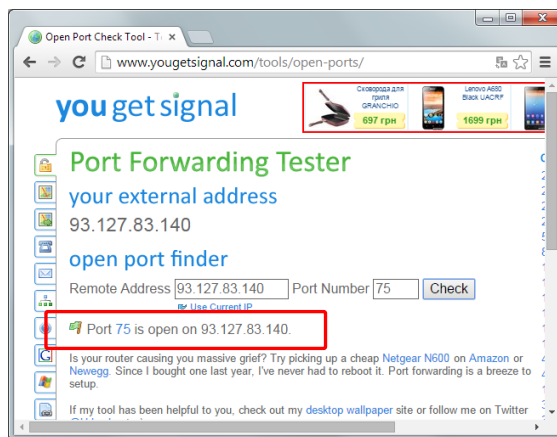

Рисунок 7.1.6 - Перевірка доступності мережного порту
11. Коли сервер запущено, необхідно перевірити, чи доступний для нього мережний порт. Для перевірки необхідно відвідати сайт www.yougetsignal.com/tools/open-ports/, у пункті «Port Number» вказати обраний під час налаштування сервера мережний порт і натиснути клавішу «Check». Якщо порт доступний, ви повинні отримати наступний результат, рисунок 7.1.6.